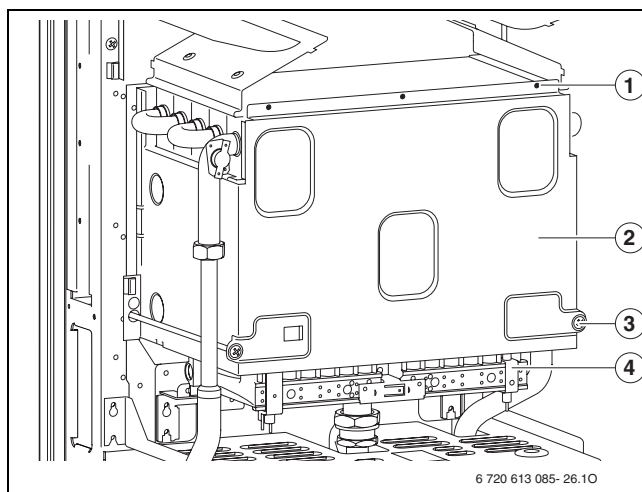

Fig. 50 Apertura del quemador
- Desmontar la parte delantera de la cámara de combustión y retirar el quemador (→ Fig. 50).